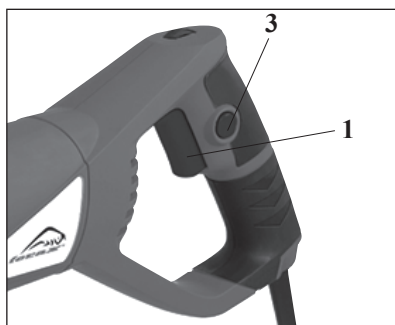

Rys. 1
3.3 Regulacja prowadnika (Rys. 1)